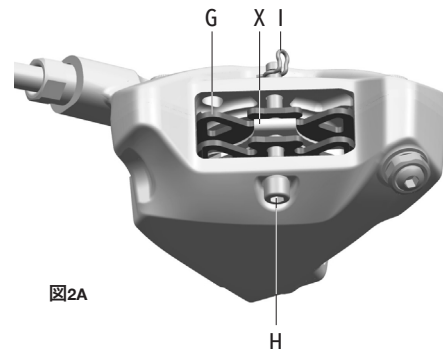

図2A
- ・ パッド (G - 図2A)
- ・ クリップ (X - 図2A)
- ・ ブレーキ・パッドの固定ねじ (H - 図2A)
- ・ パッドねじ割りピン (I - 図2A)